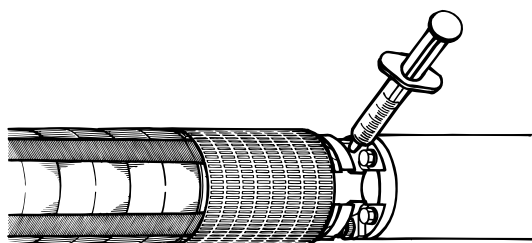

Fig. 7 Position de la vanne de remplissage
1. Retirer le filtre devant la vanne en haut du moteur à l'aide d'un tournevis. Si le filtre présente une fente, dévisser. La figure 7 indique la position de la vanne de remplissage.
2. Pousser la seringue de remplissage contre la vanne et injecter le liquide. Voir fig. 7. Si le cône de la vanne est trop dépressurisé, la vanne peut être endommagée et fuir.